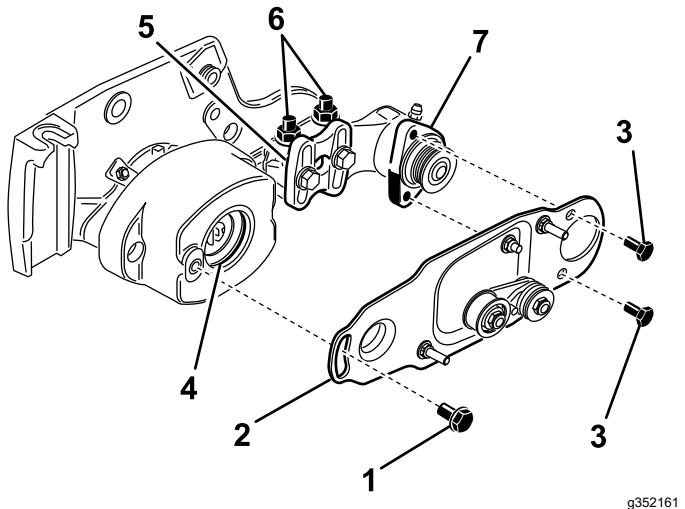

Figura 11
- Spalmate un velo di grasso sul diametro interno del gommino nell'alloggiamento del cuscinetto (Figura 11).
- Allentate senza rimuovere i bulloni che fissano l'alloggiamento del cuscinetto della spazzola per rulli alla staffa di montaggio della spazzola (Figura 11).
- Montate la piastra orientabile della spazzola rotante (Figura 11). Assicuratevi che il gommino rimanga saldamente in posizione nell'alloggiamento quando la protrusione sulla piastra orientabile è inserita nel gommino nell'alloggiamento del cuscinetto.
- Applicate Loctite 242 (blu) sui 2 bulloni da 5/16" x $\frac{5}{8}$ " e utilizzateli per montare la piastra della spazzola sull'alloggiamento del cuscinetto della spazzola per rullo (Figura 11). Serrate i bulloni ad un valore compreso tra 20 e 25 N·m.
rotante alla piastra laterale dell'apparato di taglio (Figura 11).
- Girate la sede del cuscinetto della spazzola rotante fin quando la piastra della spazzola non risulta parallela alla piastra laterale dell'apparato di taglio (Figura 11).
- Serrate i due dadi di bloccaggio flangiati che fissano la staffa di montaggio della spazzola per rulli alla piastra laterale dell'apparato di taglio (Figura 11).
18. Applicate Loctite 242 (blu) sul bullone di spallamento (Figura 11). Con il bullone di spallamento, fissate la piastra della spazzola sull'alloggiamento della spazzola per rullo. (Figura 11). Serrate il bullone ad un valore compreso tra 20 e 25 N·m.